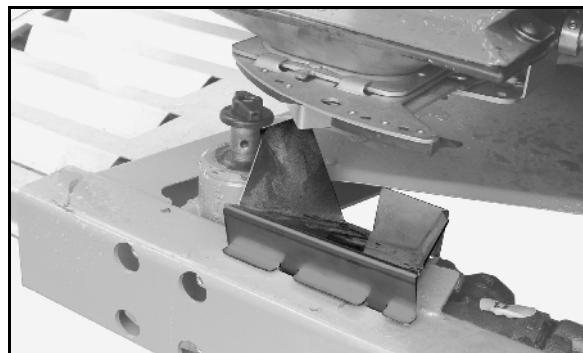

Bild 53
5. Sätt in tratten för gödsel på ramen under den vänstra utloppsöppningen (Bild 53).